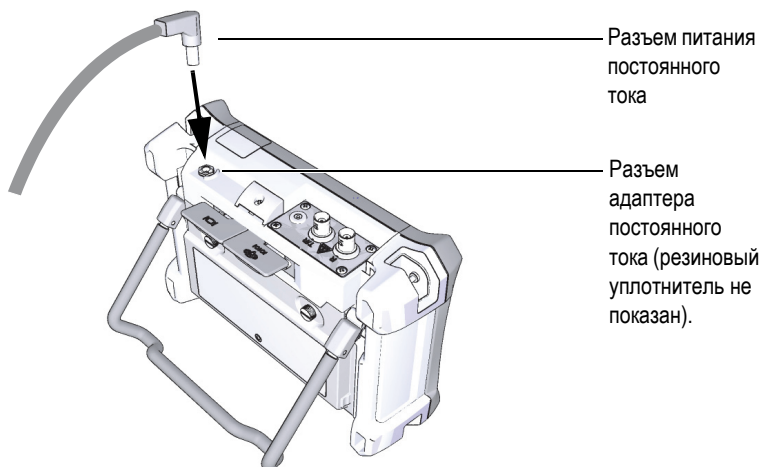

Рис. 1-9 Подключение к сети постоянного тока
3. Подсоедините адаптер постоянного тока к разъему питания (см Рис. 1-9 на стр. 25).